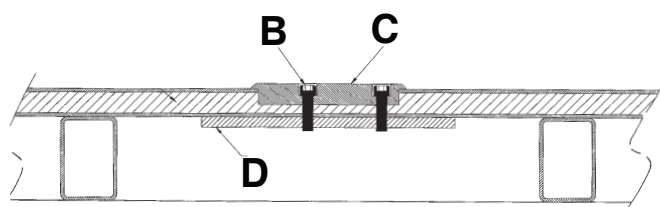

Figura 17 – Anclaje de la placa de pared en las aberturas empotradas
4. Con dos tornillos de cabeza cilíndrica Allen de 3/8 in de diámetro (B) (no suministrados), preferentemente de grado 8, ancle cada placa de suelo (C) a las aberturas empotradas con los orificios escariados mirando hacia arriba (Figura 17).
Nota - Se necesita una placa de apoyo de acero (o equivalente) (D) (no suministrada) para tener un apoyo adicional (Figura 17).